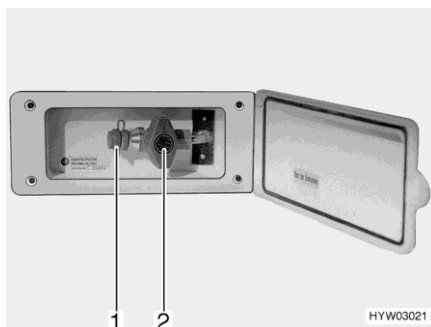

Fig. 116 Raccordement externe de gaz (robinet d'arrêt de gaz fermé)
- Raccorder l'appareil à gaz externe sur le raccord (Fig. 116,1).
- Ouvrir le robinet d'arrêt de gaz (Fig. 116,2).